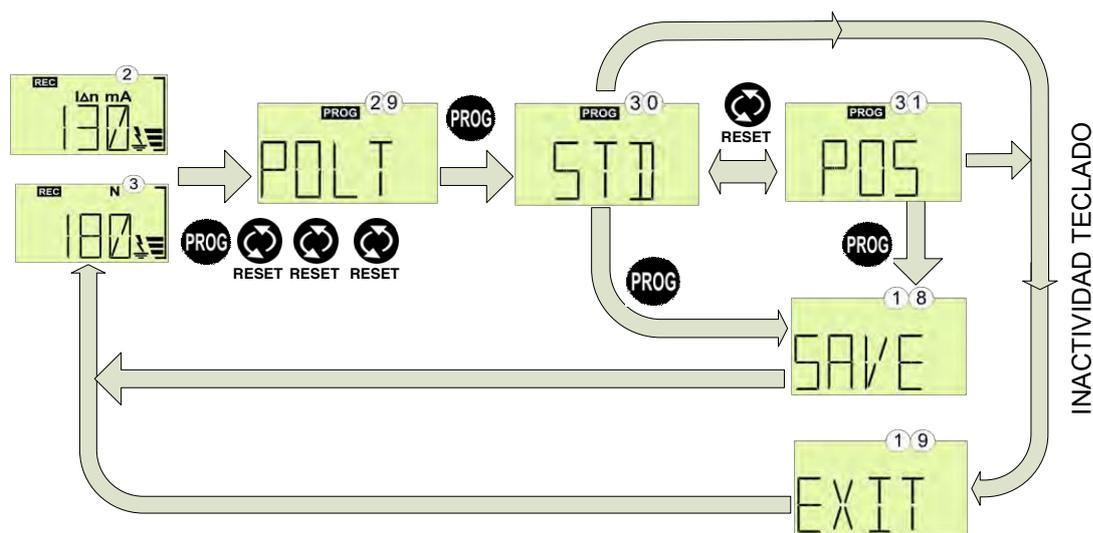

Fig. 5-3. - Configurazione dell'uscita TRIP
Lo schermata POLT, ②⑨, si accede tramite schermata ② o ③ premendo i tasti PROG + RESET tre volte. All'interno della schermata POLT, premere PROG nuovamente seguito da RESET per scegliere se si desidera che il contatto di ALLARME si attivi con o senza sicurezza positiva (vedere la sezione 2.6.1.-). Modificare le opzioni con il tasto RESET e selezionare l'opzione desiderata premendo PROG (vedi Fig. 5-3).